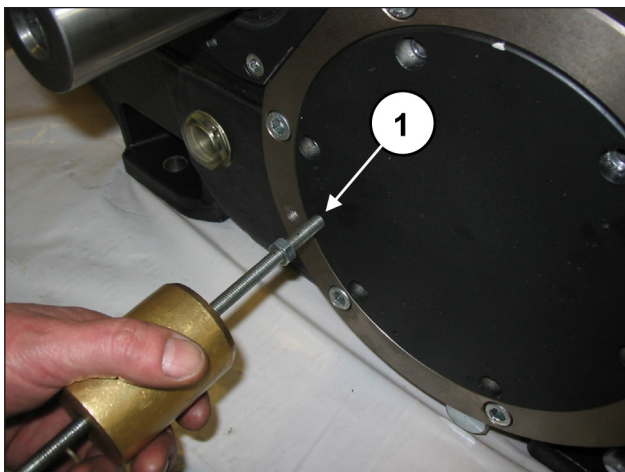

Fig. 11
Per agevolare lo smontaggio utilizzare n. 2 grani o viti M8 (pos. ①, Fig. 11) con la funzione di estrattori.